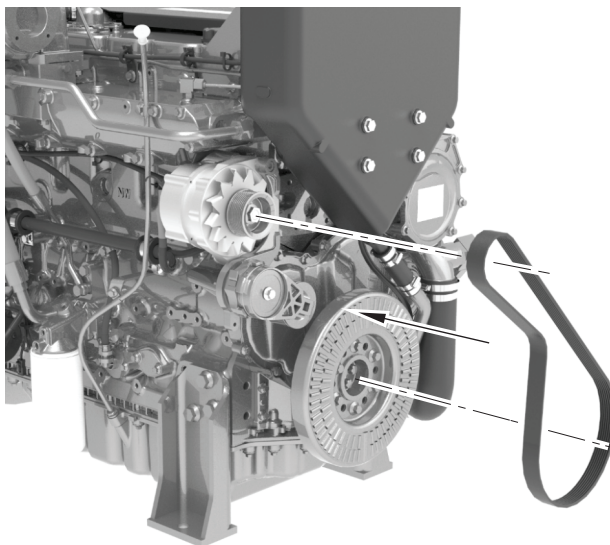

Figure 14
3. Posez la courroie neuve correctement, comme montré à la figure 14. Vérifiez que la courroie est complètement engagée sur les poulies. La tension correcte sera obtenue automatiquement lorsque le cliquet est retiré.